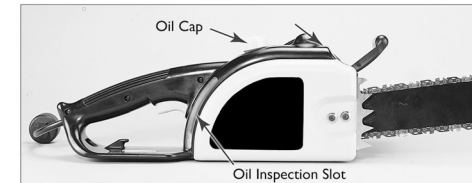

Fig. 6
**NOTA:** Su cadena está provista de un sistema automático de engrase, que es la única fuente de lubricación para la barra y la cadena (Fig. 6).